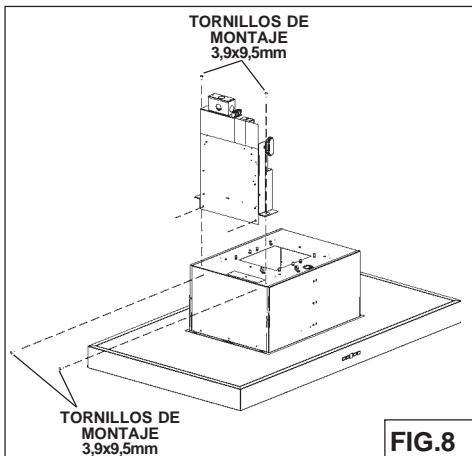

FIG.8
- Fijar la placa eléctrica con 4 tornillos (3.9x9.5mm) para el capó, los tornillos se colocados en la bolsita para el montaje (Fig. 8).